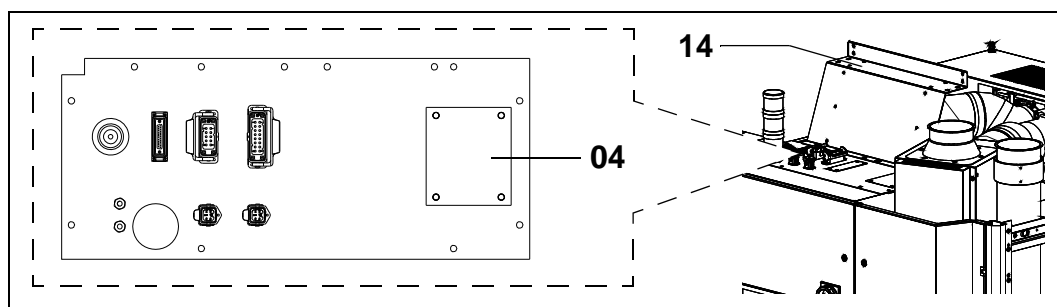

Fig. 10
1. Desenroscar los tornillos de fijación y retirar la placa de cierre **04** (véase **Fig. 10 - Pág. 21**).
3. La segunda canaleta se sujeta con los correspondientes tornillos al estribo **14** que se encuentra en la parte posterior con respecto al grupo de conectores (véase **Fig. 10 - Pág. 21**).